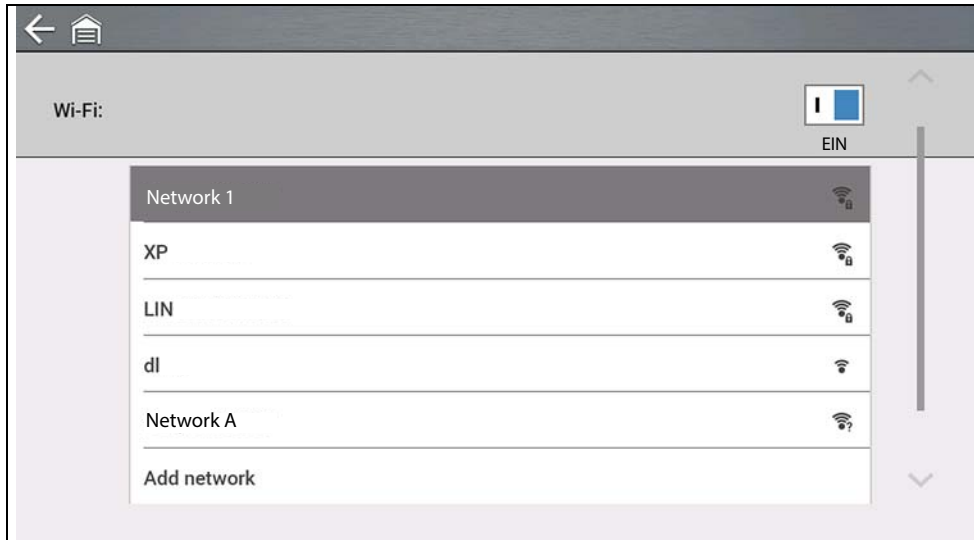

Abbildung 14-2
- Wählen Sie zum Verbinden Ihr Netzwerk aus den verfügbaren Netzwerken aus (Abbildung 14-2).